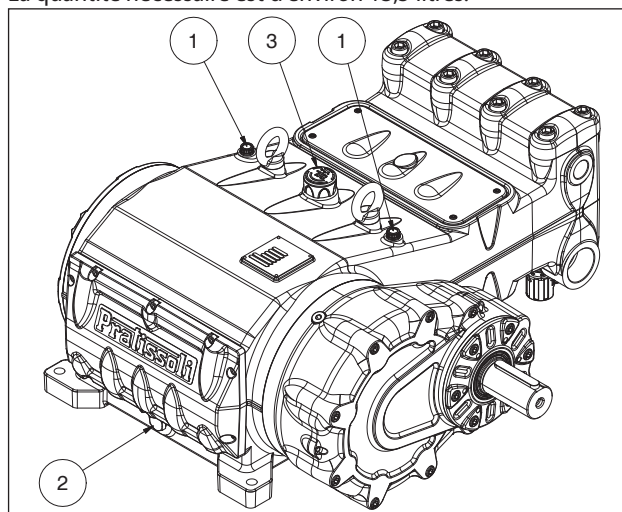

Fig. 3
Contrôler le niveau d'huile à travers les jauges présentant des repères de niveau minimum et maximum ①, Fig. 3.
Si nécessaire, faire l'appoint à travers le bouchon ③, Fig. 3.
Le contrôle de niveau d'huile correct est effectué avec la pompe à la température ambiante, l'huile doit être vidangée avec la pompe à la température de fonctionnement en retirant le bouchon rep. ②, Fig. 3.